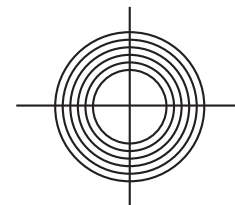

Bild 5
4. Nach dem kompletten Rückspulvorgang (Bild 5) wird die Feder in die bereits angebrachten Aufnahmeﬂansche (bei nachträglichem Anbau können geteilte Flansche verwendet werden) eingeführt. Sie ist nun voll funktionsfähig. Wichtiger Hinweis: Diese Möglichkeit sollte allerdings nur in Ausnahmefällen angewendet werden!